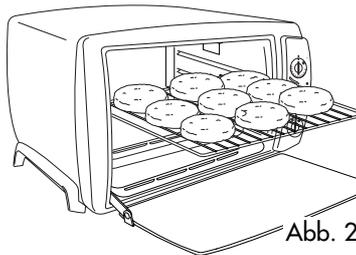
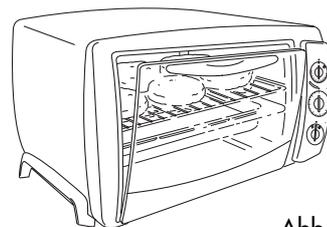

Abb. 2
Abb. 3
Nach dem Vorheizen das Grillgut direkt auf den Rost legen (Abbildung 2) und die Tür nicht ganz, wie in Abbildung 3 dargestellt, schließen; das Grillgut nach Ablauf der halben Grillzeit wenden.
Wichtig: Zum Erzielen optimaler Ergebnisse positionieren Sie das Grillgut so auf dem Rost (N), dass etwa 2 cm Freiraum zur Tür bleibt (siehe Abbildung 2).